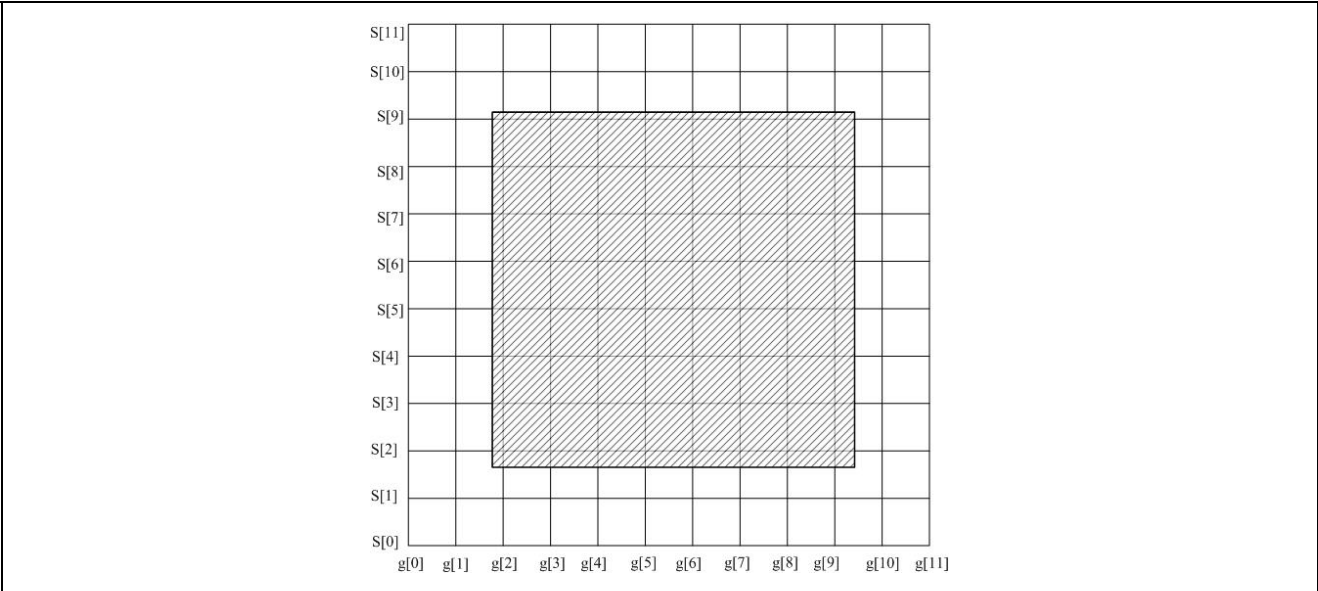

图 9 音乐数据偏移地址设置
audio_offset_adr 是设置音乐数据的水平平移，示意图如图 9 所示。
注：bais_one→bais_twelve 是设置各个段的显示阈值，也即是划分音乐数据每段频率的幅度等级（当 ADC 的值大于该门限值，则对应的段点亮）。也可以通过对 12 个寄存器的设置，实现音乐同步数据在显示矩阵上的垂直平移，示意图如图 9 所示。
例：如图 9 所示，横坐标为 grid（12 个），纵坐标为 seg（12 个），斜线区域表示在使用音乐同步显示功能时的显示区域（8×8），则进行如下设置：
门限值，即图 9 中 S[0]、S[1]、S[10]、S[11]所对应的行无显示（因为 ADC 的值不会大于 FFH）；
- 2. 设置呼吸及音乐数据显示位置设置寄存器中的 audio_offset_adr=010b，则图 9 中 g[0]、g[1]、